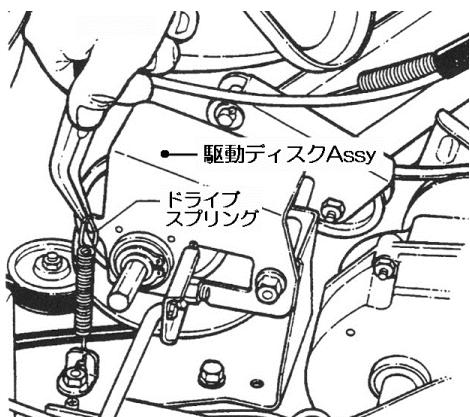

図 6-11
2. 先の細長いプライヤでドライブスプリングを外し、従動ディスクAssyを六角シャフトから引抜きます。（図6-11）